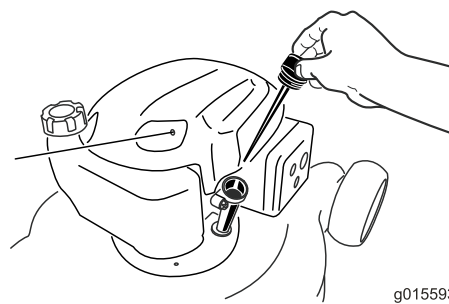

Figura 28
6. Retire a vareta no tubo de enchimento de óleo (Figura 28).